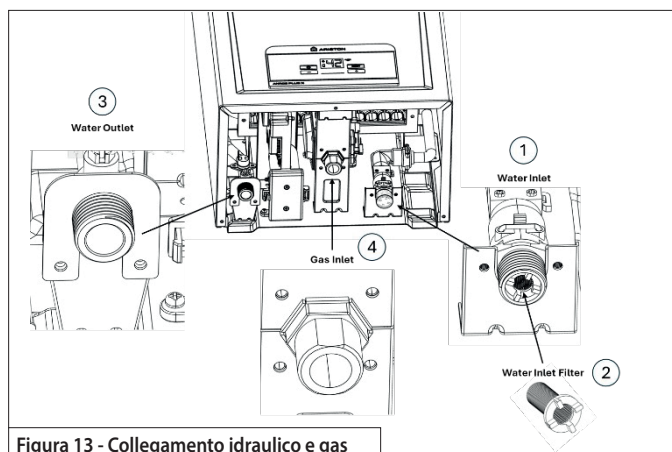

Figura 13 - Collegamento idraulico e gas
- Controllare se il filtro dell'acqua (vedi *Figura 13 - 2*) è assemblato nella connessione dell'acqua dell'apparecchio